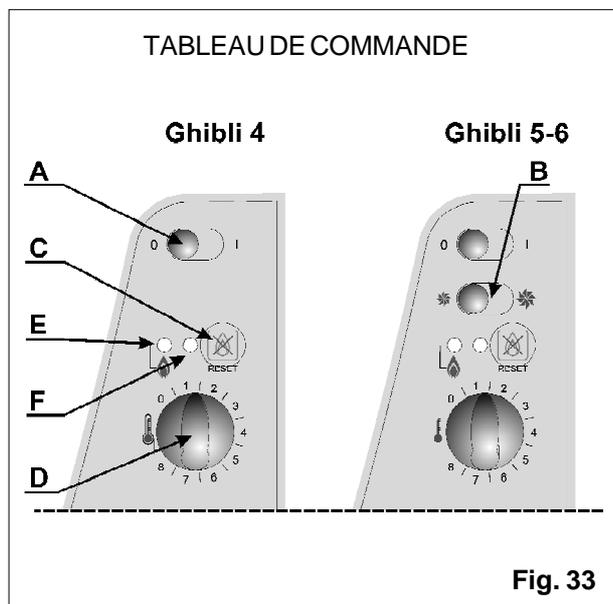

Fig. 33
**10.3.2** (Les rappels des fonctions du tableau de commande qui suivent se réfèrent à la fig. 33).
**a)** Placer l'interrupteur (A) vers le haut, sur la position "I", pour commencer le cycle d'allumage. Si l'horloge digitale programmable a été installée, se référer au manuel technique fourni avec le kit d'installation de cette horloge.
- b)** Tourner la manette du thermostat d'ambiance (D) dans le sens des aiguilles d'une montre, vers la valeur maximale. A partir de ce moment commence la phase d'allumage de l'appareil signalée par la lampe verte (E).
- c)** Contrôler que la lampe rouge (F) est éteinte. Si au contraire il est allumé, cela signifie que l'appareil de contrôle du brûleur se trouve en situation de blocage. Dans ce cas, appuyer sur la touche "Reset" (C) pour débloquer l'appareil de contrôle. La lampe rouge s'éteint et le cycle d'allumage du brûleur commence. **Si la situation de blocage persiste, cela indique généralement une panne ou un dysfonctionnement. Il est donc conseillé de contacter un technicien qualifié.**